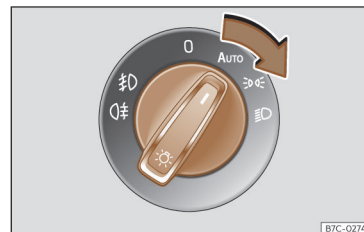

Fig. 87 Tablero de instrumentos: mando de las luces.
- Gire el interruptor hacia la posición deseada»» **fig. 87.**